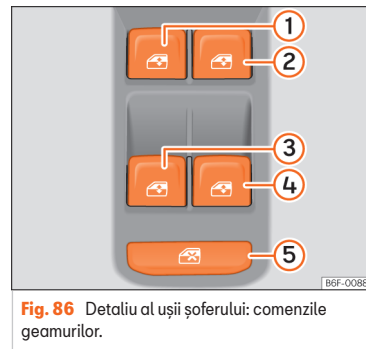

Fig. 86 Detaliu al ușii șoferului: comenzile geamurilor.
Comutatorul de siguranță » » fig. 86 ⑤ de pe ușa șoferului poate fi utilizat pentru dezactivarea butoanelor de acționare electrică a geamurilor ușilor din spate.